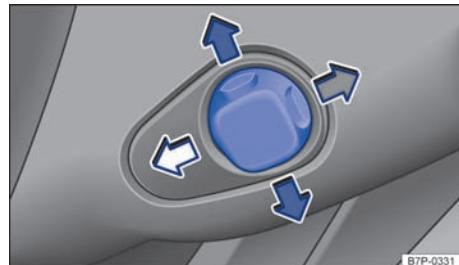

图 59 在方向盘左后方的转向柱饰板中：电动调节开关
- 朝相应方向按压开关 → 图 59，直至方向盘处于所需位置。
如果在电动可调式方向盘自动移向相应位置的同时按下开关 → 图 59，则方向盘停止移动。这个新位置随即被存储。